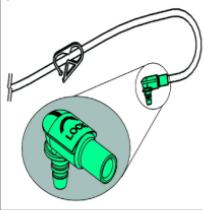

Figure 3 : Ballonnet Orifice de gonflage
1. Sgonfiare il palloncino fissando una siringa con punta Luer Slip alla porta di gonfiaggio del palloncino (Fig. 3) per rimuovere l'acqua.
- Avant de placer le bouton MiniACE® gonflez le ballonnet à travers l'orifice du ballonnet (voir Fig 3) à l'aide d'une seringue Luer-Slip avec de l'eau distillée jusqu'au volume de remplissage recommandé. Le volume de remplissage recommandé peut être trouvé sur le tableau 1 ou imprimé sur l'orifice du ballonnet du dispositif. Retirer la seringue et vérifier l'intégrité du ballonnet en pressant doucement le ballonnet afin de vérifier s'il y a des fuites. Procéder à un examen visuel du ballonnet pour s'assurer de sa symétrie. Vérifier que le dimensionnement est approprié pour la longueur mesurée. Réinsérer la seringue et souffler l'eau du ballonnet après l'inspection.